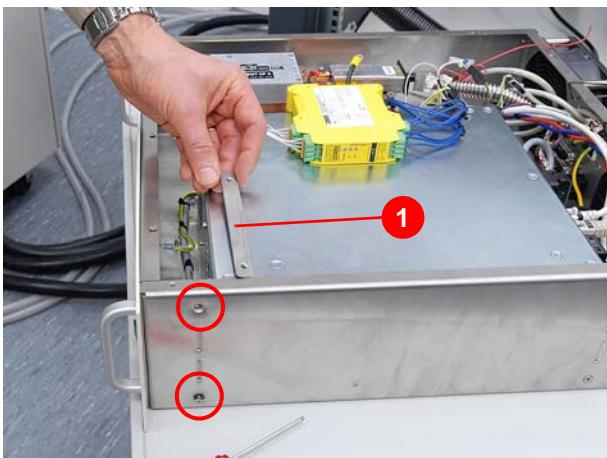

Abbildung 7.159 Befestigung Netzteil
5. Vier Befestigungsschrauben des Netzteils lösen und Haltesachen (1) (Abbildung 7.159) entnehmen.
7. Vier Befestigungsschrauben des Netzteils lösen und Halteschlaufen (1) (Abbildung 7.159) entnehmen.